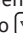

Fig. 19 Lado derecho del volante multifunción: teclas para utilizar los menús y las indicaciones informativas del cuadro de instrumentos.
- Si se muestra un mensaje o el pictograma de un vehículo, pulse la tecla **OK** del volante multifunción, dado el caso varias veces → **fig. 19**.
- Para visualizar el menú de selección y para cambiar de una opción a otra del mismo, pulse la tecla  o  → **fig. 19**.
- Para abrir el menú o la indicación informativa que se muestre en el menú de selección, pulse la tecla **OK** del volante multifunción → **fig. 19** o espere algunos segundos hasta que el menú o la indicación informativa se abra automáticamente.
- En el menú visualizado, pulse la tecla con flecha  o  del volante multifunción → **fig. 19** hasta marcar la opción de menú deseada. La opción aparece enmarcada.
- Pulsando la tecla **OK** del volante multifunción → **fig. 19**, realice la modificación deseada. Una marca indica que la función o el sistema en cuestión están activados.
Pulse la tecla  o  → **fig. 19**.
Con la tecla **VIEW** → **fig. 19** se puede cambiar entre el menú actual y el anterior.